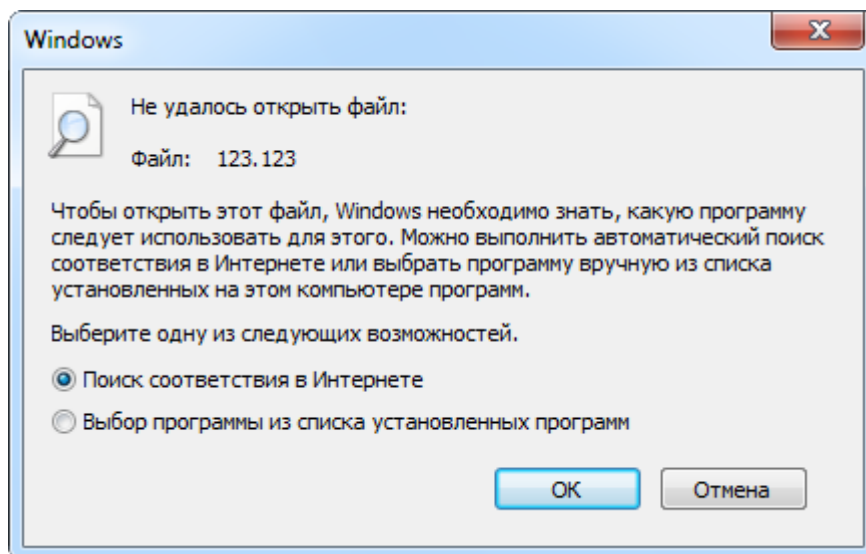

Рис. 8-20 – Окно выбора приложения
5) Нажать кнопку «Открыть с помощью...» панели «Действия». Открывается стандартное окно для выбора приложения (рис. 8-20).